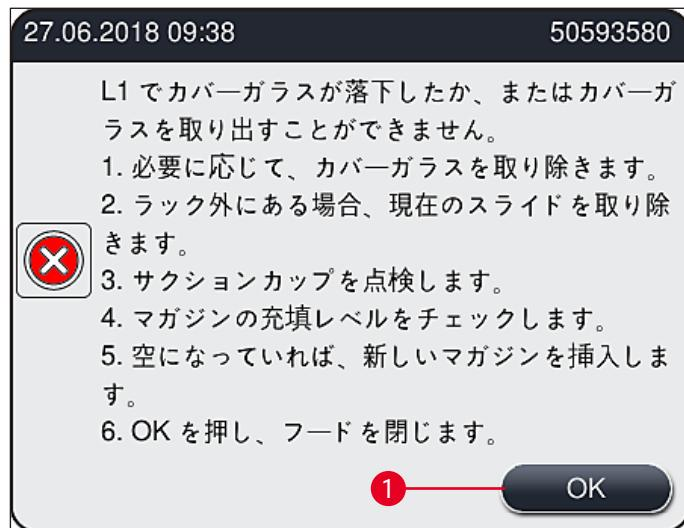

図111
Pick&Place モジュールがスライドへと移動する間にカバーガラスを落とした場合、またはPick&Place モジュールがカバーガラスマガジンからのカバーガラスのピックアップに3回連続して失敗した場合、エラーメッセージ(→図111)が表示されます。
- ① このメッセージ(→図111)が表示された場合、オペレーターはまず、スライドへの搬送中にカバーガラスが失われたのか、またはPick&Place モジュールがカバーガラスマガジンからのカバーガラス取り出しに失敗したのかを確認する必要があります。